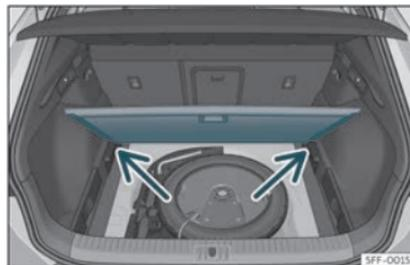

Fig. 114 Plancher de coffre à bagages modulable : position inclinée.
- Appuyez le plancher contre les logements prévus à cet effet»» fig. 114 (flèches).